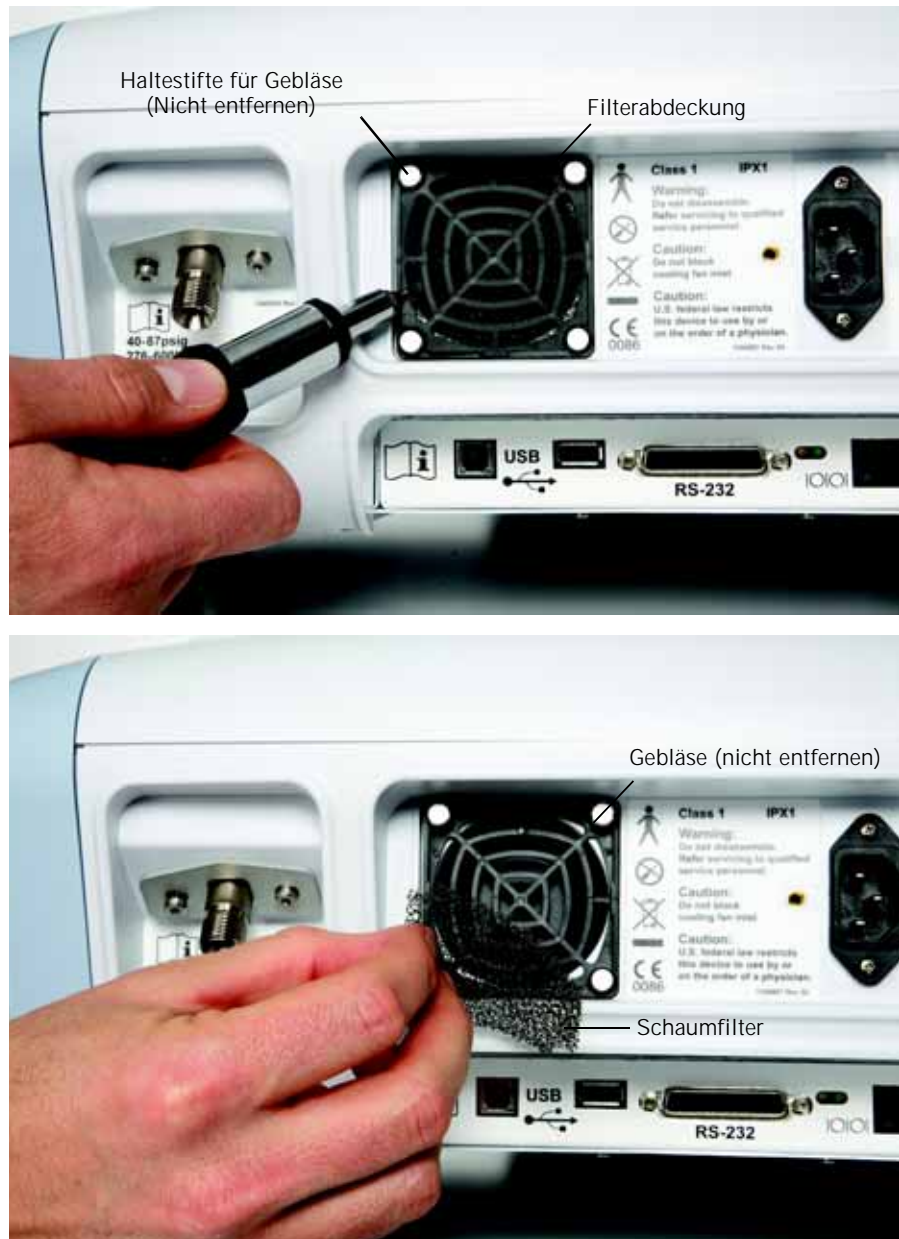

Abb. 9-2: Ersetzen des Kühlgebläsefilters
Reinigen oder ersetzen Sie den Kühlgebläsefilter folgendermaßen (siehe Abbildung 9-2):
1. Setzen Sie die Spitze eines kleinen flachen Schraubendrehers zwischen Schaumfilter und Abdeckung des Filters an (Abbildung 9-2).